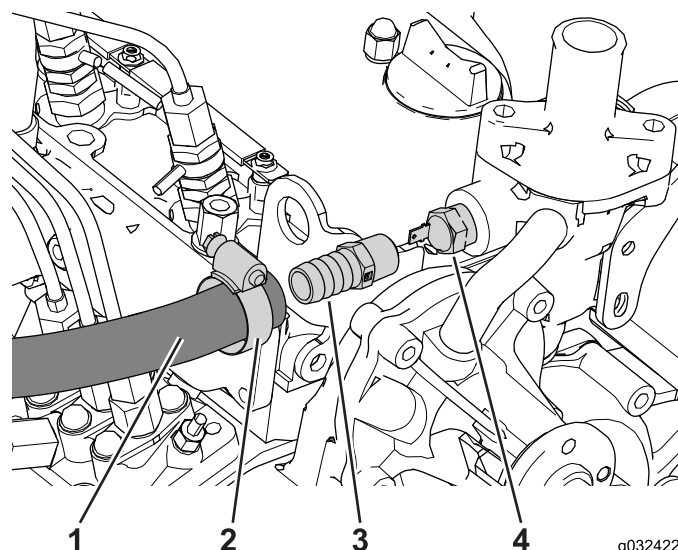

Рисунок 20
2. Найдите, отсоедините и снимите датчик температуры (Рисунок 20).
6. Наденьте шланговый хомут на конец шланга (Рисунок 20).
7. Наденьте шланг на прямой штуцер и закрепите его шланговым хомутом (от ½ до 1¼ дюйма), как показано на Рисунок 20.